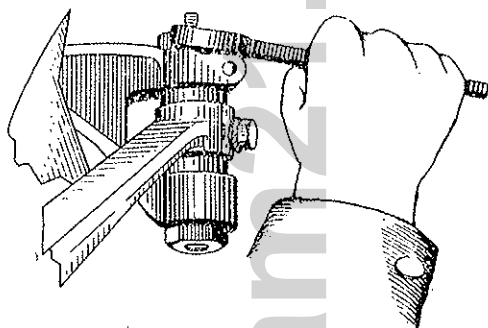

Bild 220 Nachstellen des Schwinghebels
- 2) einen Schlüssel entsprechend Darstellung in Bild 220 ansetzen und die obere Gewindebüchse in Uhrzeigersinn so weit zügig drehen, bis ein Schwanken beseitigt ist.